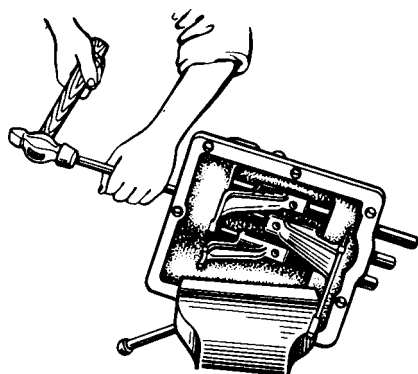

Рис. 6.61. Выпрессовка штоков вилок переключения
5. Выпрессуйте штоки (рис. 6.61) вилок переключения через отверстия в крышке, из которых извлечены заглушки, и снимите вилки. При выпрессовке штоков III и IV передач и заднего хода не потеряйте шарик фиксатора, выбрасываемый пружиной.